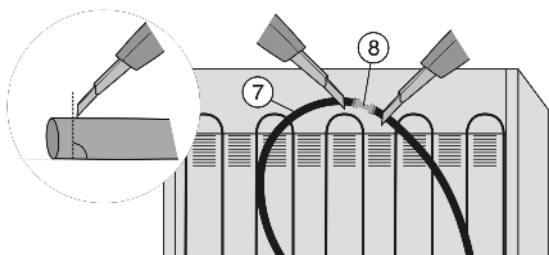

Fig. 23
- Corte el tubo flexible de agua Fig. 23 (7) en la parte trasera del aparato delante y detrás del empalme Fig. 23 (8) (90° respecto a la dirección del tubo).